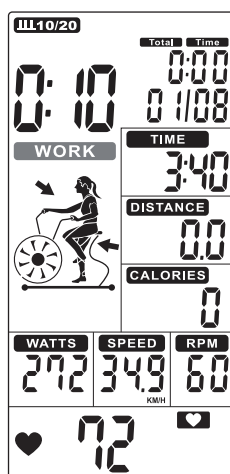

FIGURA 29
- El tiempo cuenta hacia atrás de 10 a 0 y la palabra **WORK** parpadea una vez por segundo. Mientras tanto, la Pantalla muestra una rotación de 4 minutos y una animación de cuenta regresiva. Entonces, **TIEMPO** (PANTALLA 3), **DISTANCIA** (PANTALLA 4), **CALORÍAS** (PANTALLA 5), **WATTS** (PANTALLA 6), **VELOCIDAD** (PANTALLA 2) Y **RPM** (PANTALLA 1) comienzan a contar, la pantalla mostrará '01/08' (Figura 29).